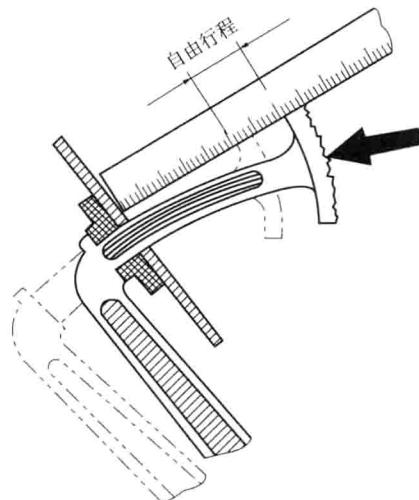

图 1-16 测量离合器踏板的自由行程
④ 测量和调整离合器踏板的自由行程。
a. 检查。离合器踏板的自由行程可用普通直尺在踏板处测量。先测出踏板在最高位置时的高度，再测出按下踏板并感到稍有阻力时的高度。两者之差即离合器踏板的自由行程的数值。若数值不合要求，则应及时调整，如图 1-16 所示。